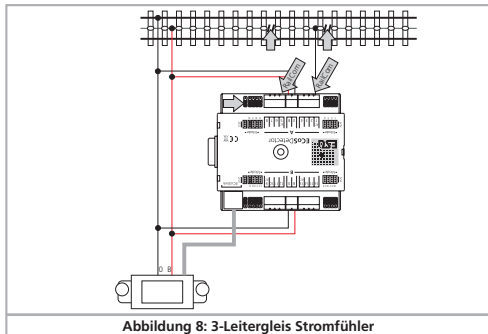

Abbildung 8: 3-Leitergleis Stromfühler
- Verbinden Sie die Eingänge „0“ und „B“ des ECoSDetectors mit dem entsprechenden Boosterausgang. Im Beispiel Abb. 8. werden beide Rückmeldegruppen „A“ und „B“ jeweils vom gleichen Booster versorgt. Daher müssen die Klemmen „0“ und „B“ auf beiden Seiten des ECoSDetectors mit einander verbunden wer-